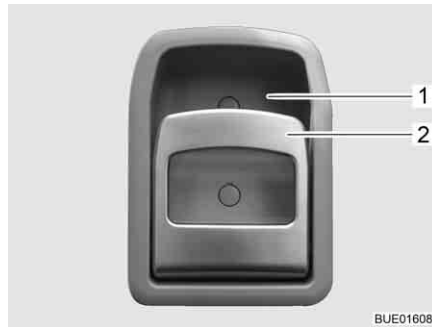

Bild 47 Türschloss Eingangstür, innen
- Öffnen:** ■ Am Griff (Bild 47,2) ziehen. Das Türschloss wird entriegelt bzw. geöffnet.
- Verriegeln:** ■ Griff (Bild 47,2) oben in Richtung Griffschale (Bild 47,1) drücken. Das Türschloss wird verriegelt.